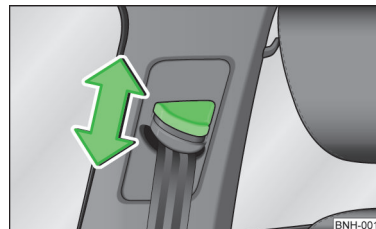

Fig. 7
- Presionar el herraje de inversión y desplazar en el sentido deseado, hacia arriba o hacia abajo » fig. 7.